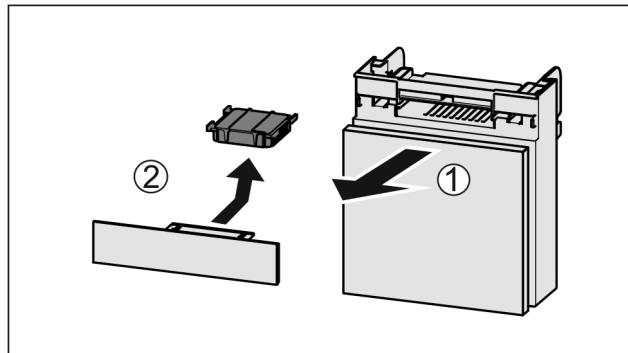

Fig. 116
- Fach nach vorne herausziehen Fig. 116 (1).
- Aktivkohlefilter entfernen Fig. 116 (2).